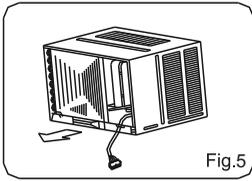

Fig.5
1. 使用底盤位置凸出的釘手位置，向外拉出底盤。(參見 Fig.5).